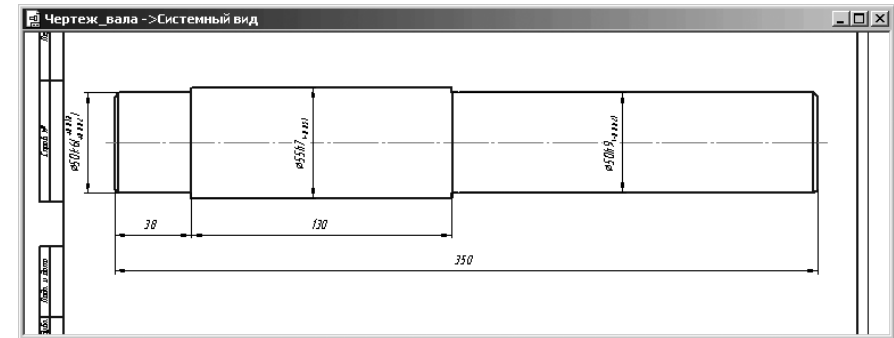

Рис. 4.106. Трехступенчатый вал с установленными размерами, квалитетами и отклонениями
- аналогично устанавливаются и параметры размеров диаметров для других ступеней вала. Фрагмент вала с установленными размерами, квалитетами и отклонениями показан на рис. 4.106.